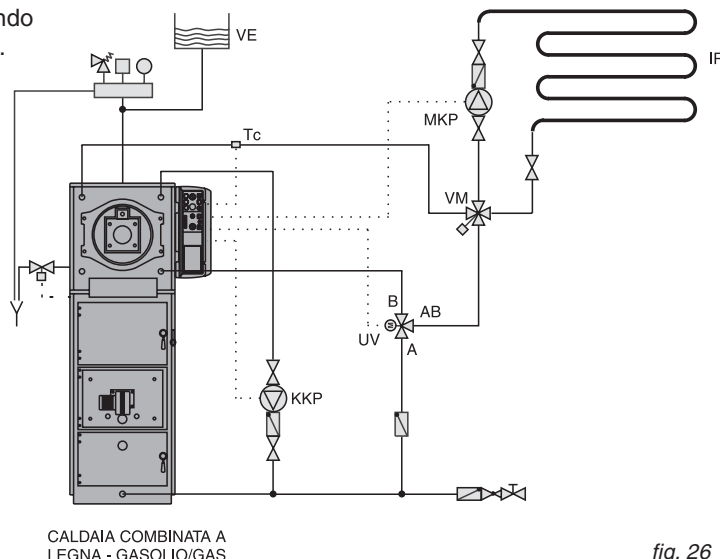

fig. 26
Commutazione automatica, tramite una valvola deviatrice motorizzata (UV), del flusso di ritorno dell'impianto attraverso la caldaia a legna oppure attraverso la caldaia di soccorso, a seconda della modalità di funzionamento (fig. 26 e 27).